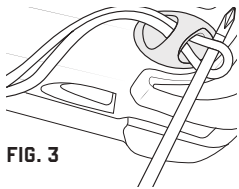

FIG. 3
- If necessary, use a small screwdriver or hex key to help thread the loop attachment through the captive hole on the barcode scanner [fig. 3]
- Si es necesario, utilice un destornillador pequeño o una llave hexagonal para pasar el lazo del conector por el orificio de sujeción en el escáner de códigos de barras [fig. 3]
- Si nécessaire, utilisez un petit tournevis ou une clé hexagonale pour vous aider à faire passer la boucle d'attache souple à travers le trou captif du lecteur de code-barres. [fig. 3]